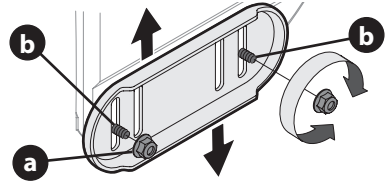

Figura 47
1. Afloje las cuatro tuercas hexagonales (a) (dos en cada lado) y los pernos del carro (b). Mueva las zapatatas antideslizantes a la posición deseada (Figura 47).
NOTA: Las zapatatas antideslizantes de su soplador de nieve podrían verse ligeramente diferentes (y tener componentes diferentes) de los que se muestran en la Figura 47.